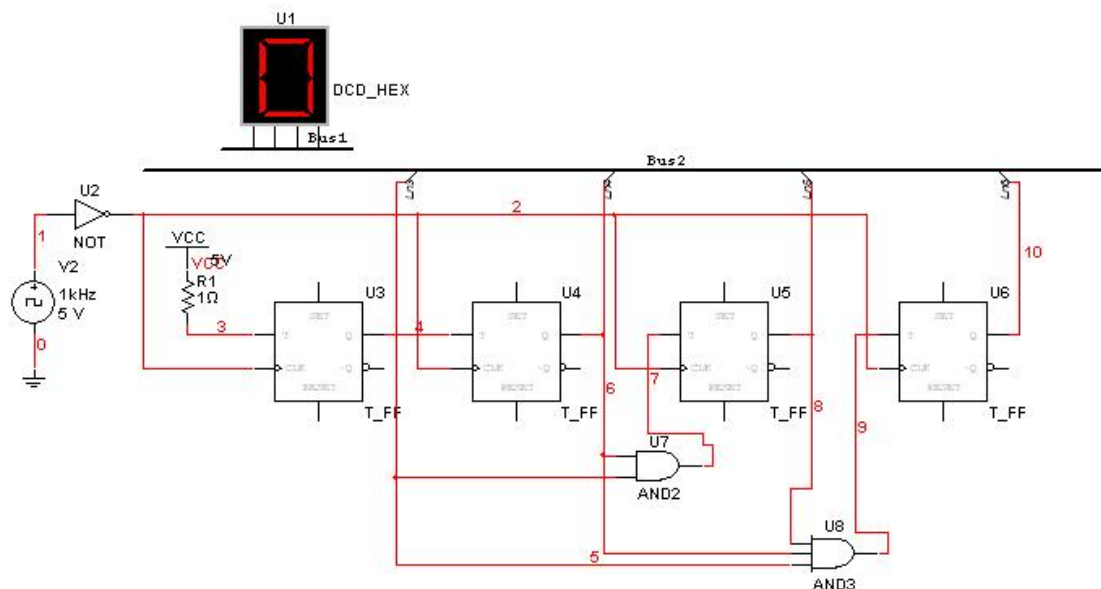

图 1-28 计数器与数码管显示器使用总线相连电路
(1) 进入绘制总线状态。启动 Place 菜单的 Place Bus 命令, 进入绘制总线的状态: 鼠标指针自动呈十字形。
(2) 绘制总线。单击并拖动所要绘制总线的起点, 即可拉出一条总线。如果转弯, 则单击鼠标左键, 到达目的地后, 双击即可完成总线绘制, 系统会自动给出总线的名称。如图 1-28 所示, 总线名称为 Bus1 和 Bus2。如果要修改总线名称, 则双击该总线, 打开 Bus 对话框, 在其中的 Reference ID 栏内输入新的总线名称, 然后单击“确定”按钮。